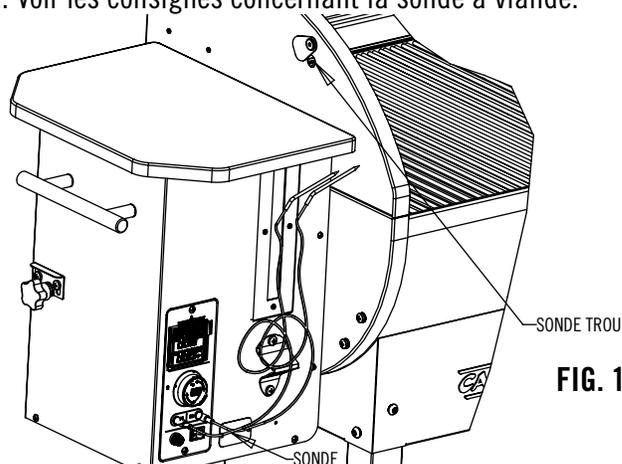

FIG. 15
1. Brancher la sonde à viande dans son réceptacle du panneau de commande. Faire passer la sonde avec son fil à travers le trou d'accès prévu à cet effet sur le côté du barbecue. Voir la Fig 15.